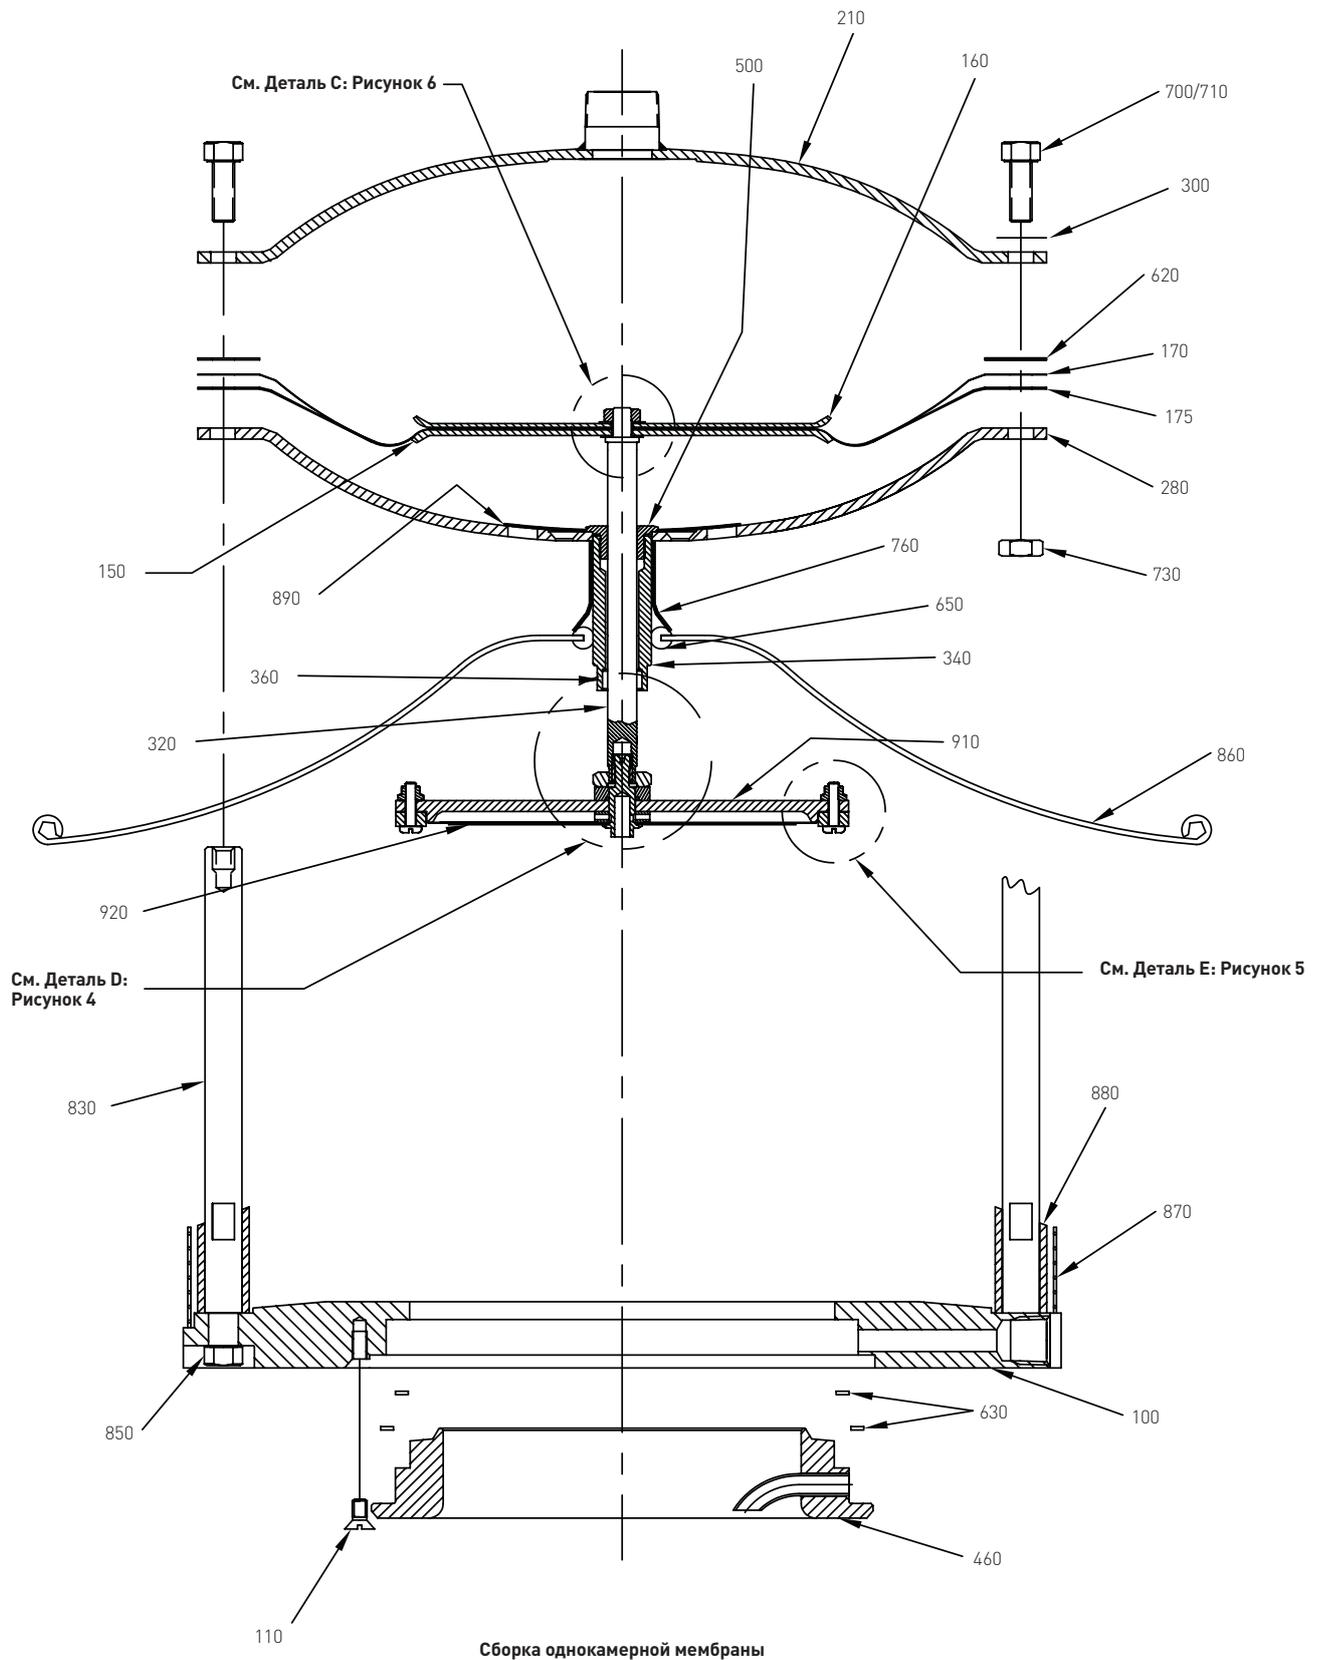

РИСУНОК 2
2.3.2 Все модели Серии 9290P с однокамерной мембраной (См. Рисунок 2)
- Снимите верхнюю часть корпуса главной мембраны (220).
- Снимите сборку главной мембраны, опустите нижний корпус главной мембраны (280) и сборку пластины седла от основания (100).
**Примечание:** На 2-х и 3-х дюймовых клапанах применяется усиливающая мембрана (175) между главной мембраной (170) и нижним корпусом главной мембраны (280).
### 2.4 Замена форсунки (См. Рисунок 2 или 3)